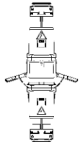

Abb.9: Verschlusshebel einhaken
- Verschlusshebel der Steckdose an der Rille der Steckers einhaken (Abb.9/1)